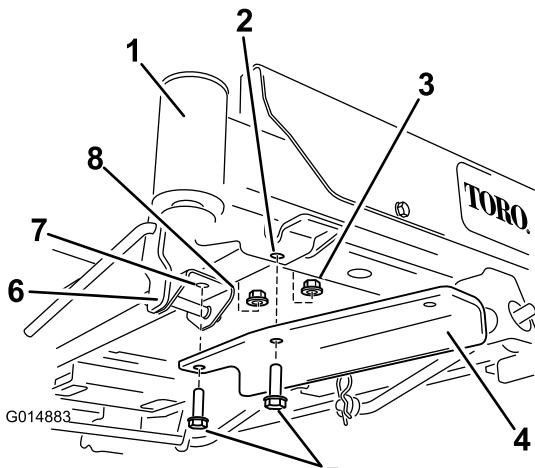

Figure 7
- Pour les machines avec pédale d'aide au relevage : Les rondelles ne sont pas utilisées. À la place, retirez les fixations avant dans le support de la pédale d'aide au relevage. Fixez le support avec deux boulons et deux contre-écrous (Figure 7). Un contre-écrou provient des pièces détachées et l'autre a été déposé précédemment et est réutilisé.